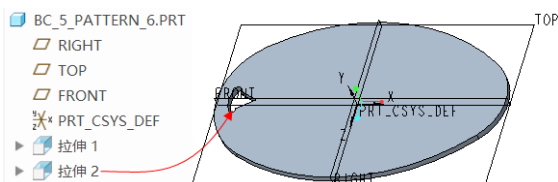

图 5-51 原始模型
① 在“快速访问”工具栏中单击“打开”按钮，弹出“文件打开”对话框，选择“bc_5_pattern_6.prt”配套文件，然后在“文件打开”对话框中单击“打开”按钮。该文件中存在着的原始模型如图 5-51 所示。
② 从选择过滤器下拉列表框中选择“特征”选项，在图形窗口中选择拉伸切口特征（即“拉伸 2”特征），接着在功能区“模型”选项卡的“编辑”面板中单击“阵列”按钮，打开“阵列”选项卡。
③ 从“阵列”选项卡的阵列类型选项下拉列表框中选择“填充”选项。